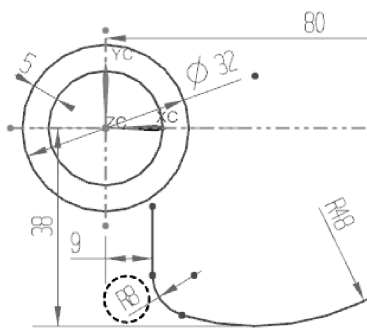

图 2-80 创建圆角
- 单击【圆角】按钮 $\text{---}$ ，在竖直线与圆弧（半径 48mm）交点处创建圆角（半径为 8mm），如图 2-80 所示。